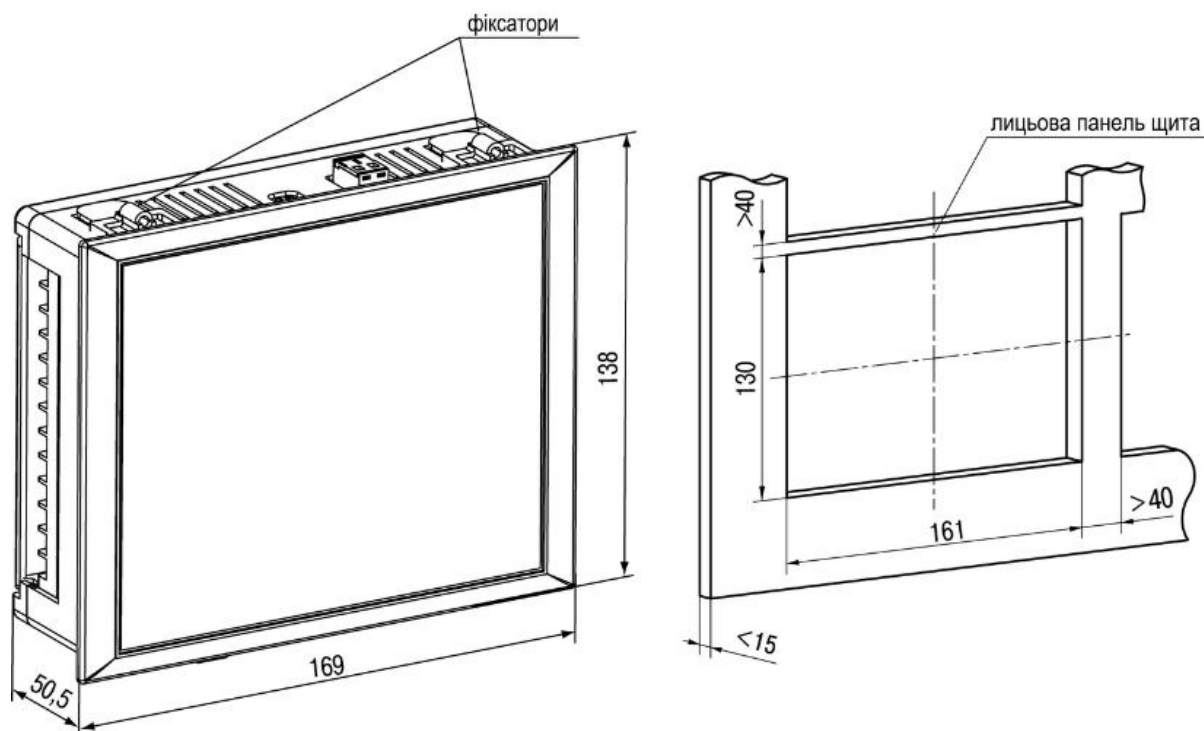

Рисунок 4.2 – Габаритні розміри корпусу Щ7
1. Підготувати на щиті керування монтажний виріз для встановлення пристрою (див. рисунок 4.2).